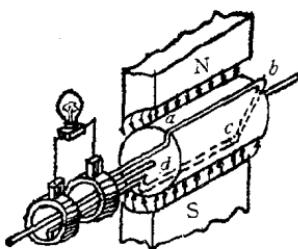

图 1-2 交流发电机原理
(1) 正弦交流电动势的产生：一个随着时间按正弦规律作周期性变化的电动势称为正弦电动势，由交流发电机产生。图1-2是交流发电机的基本原理。它由磁极线圈、滑环